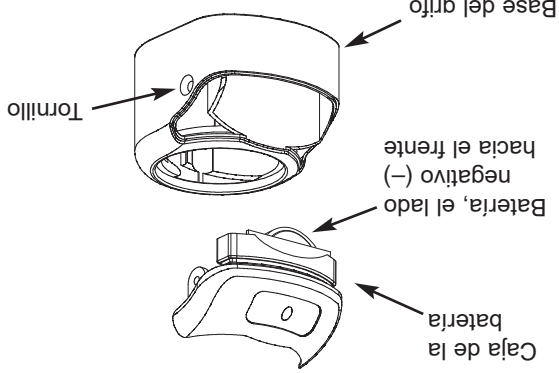

FIG. 32
1. Retire el tornillo en el lado derecho de la base del grifo. Vea la Fig. 32.
2. Desde el frente de la base del grifo, empuje hacia arriba la caja de la batería hasta que se desprenda de la base del grifo. Vea la Fig. 32.
5. Vuelva a instalar la caja de la batería y apriete firmemente el tornillo de montaje. Vea la Fig. 32.